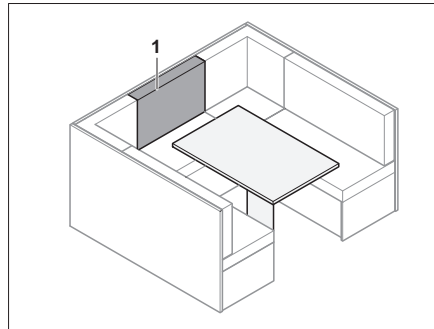

Bild 132 Före ombyggnaden
- Lägg ryggdynan (Bild 132,1) framför extradynan på bordet.